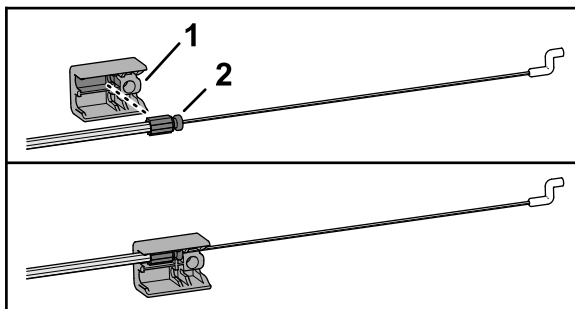

Bild 9
1. Stecken Sie das Anschlussstück am Ende des Kabelzugmantels in die obere Buchse der Holmverbindung (Bild 9).